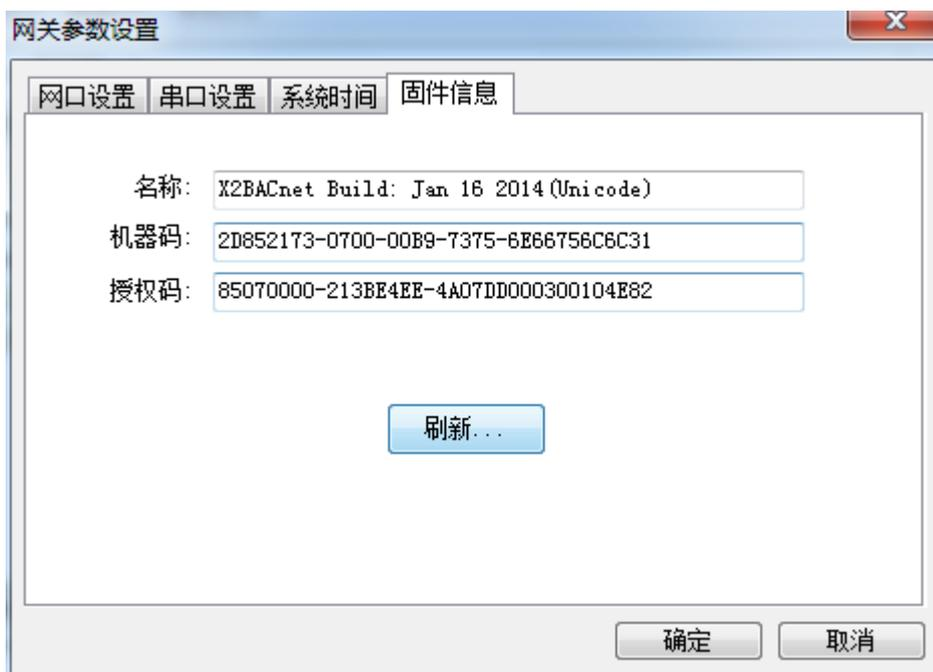

图 3-10-5 查看固件信息
**固件信息：**可以查看烧录到硬件网关中的固件信息，如下图 3-10-5。